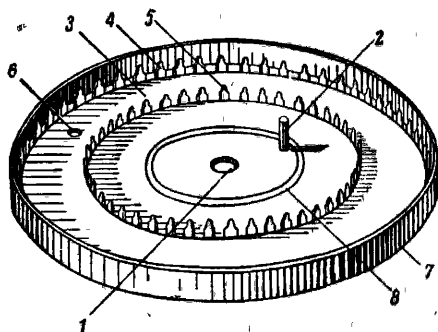

Рис. 34. Верхний диск магазина:
**Верхний диск** (рис. 34) обеспечивает расположение патронов внутри магазина в определённом порядке и подачу их в приёмник.